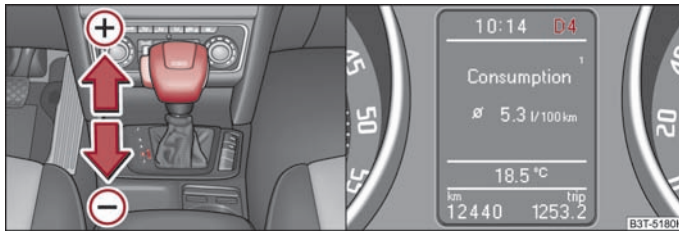

Abb. 141 Wählhebel: manuelles Schalten / Informationsdisplay: manuelles Schalten
Die eingelegte Wählhebelstellung wird zusammen mit dem eingelegten Gang im Informationsdisplay des Kombi-Instruments angezeigt ⇒ Abb. 141 - rechts.
- Tippen Sie den Wählhebel (in der Tiptronic-Stellung) nach vorn an ⇒ Abb. 141 (+).